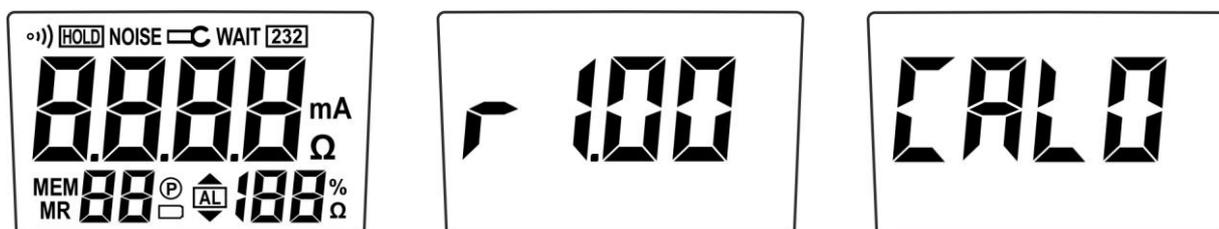

Fig. 3: Séquence affichée au démarrage de l'instrument
- L'écran avec tous les symboles à l'écran (voir Fig. 3 – côté gauche)
- L'écran avec la version du firmware chargé (voir Fig. 3 – partie centrale)
- Le processus de calibrage affiche un compte à rebours de « **CAL.9** » jusqu'à « **CAL.0** » (voir Fig. 3 – partie droite).